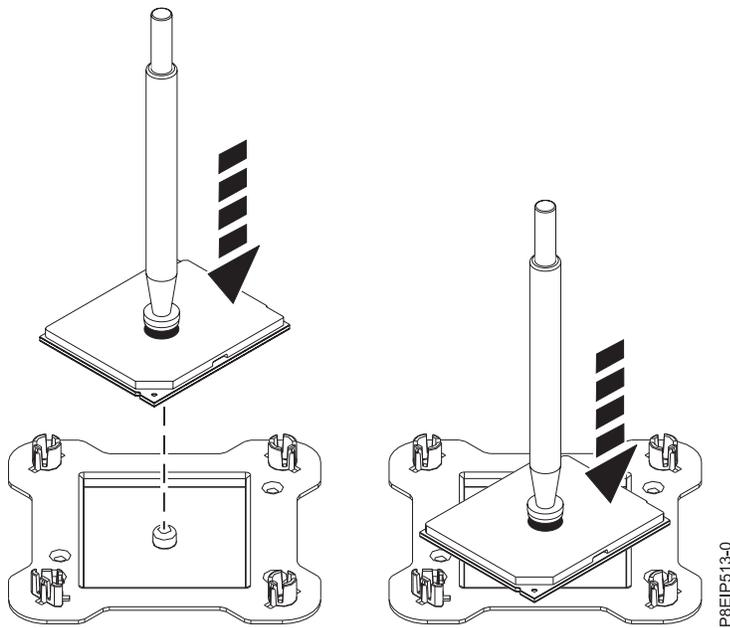

Figure 51. Positionnement du processeur en biais sur le couvercle de l'emballage
9. En maintenant le stylet d'aspiration, ôtez le stylet et le module processeur système du connecteur. Placez-les en biais sur le couvercle de l'emballage du module processeur système, comme illustré dans la figure 51, à la page 51. Le fait de placer le module processeur système en biais sur le couvercle de l'emballage du module processeur système facilitera la prise et le positionnement dans l'emballage une fois que le module processeur système aura été remplacé.